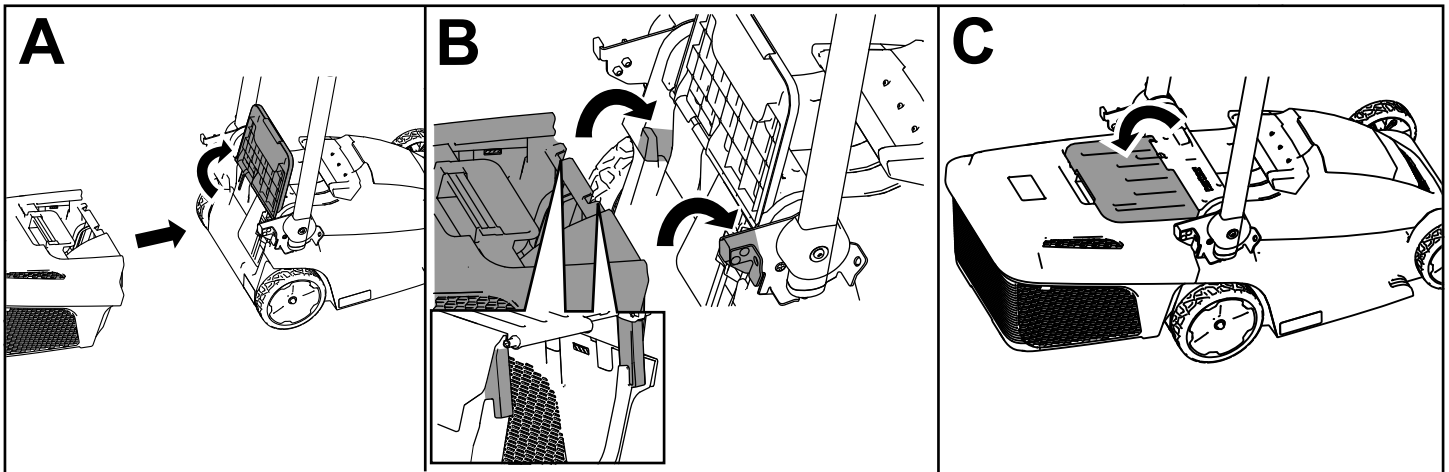

Figura 14
1. Spostate la maniglia in posizione verticale e sollevate il deflettore posteriore (A di Figura 14).
2. Montate i ganci del cesto di raccolta negli incavi posti sul retro della macchina (B di Figura 14).
3. Appoggiate il deflettore posteriore sul cesto (C di Figura 14).